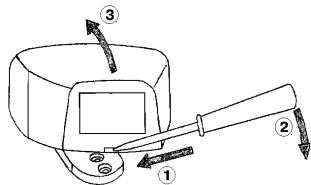

Рис.2
- Чтобы снять крышку корпуса, вставьте небольшую отвертку в щель фиксатора в нижней части корпуса и отожмите его (рис.2).